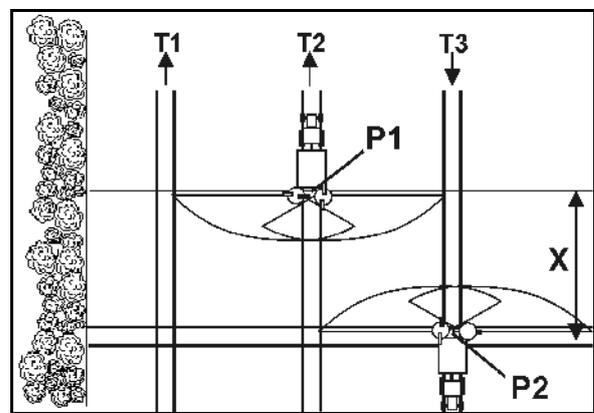

Fig. 69
- Abrir las correderas de cierre después de entrar en la calle del punto P1 (Fig. 69) cuando los discos esparcidores se encuentran a la distancia X con respecto a la calle de la cabecera.
- Cerrar la corredera antes de salir de la calle por el punto P2 (Fig. 69) cuando los discos esparcidores se encuentren a la altura de la primera calle de la cabecera.